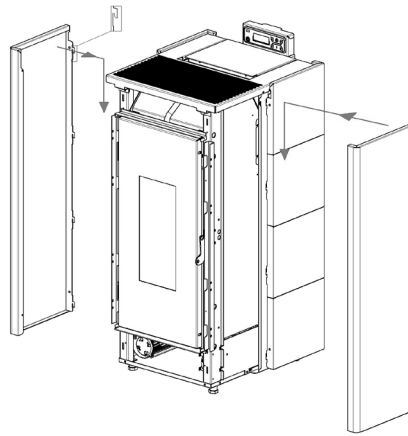

Fig. 38 - Enganche los paneles
- Levante la puerta para que los pernos de la misma salgan de la abrazadera de la estructura (ver **Fig. 38**).